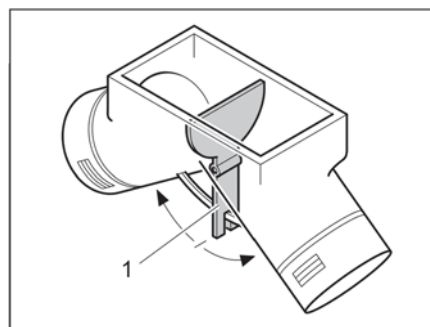

Fig. 112 Ventilador de circulación de aire, tapa de ajuste en posición central
En la posición central, el aire caliente se distribuye uniformemente sobre ambas salidas de aire caliente. La palanca de mando (Fig. 112,1) para la tapa de ajuste se ha incorporado bajo la tapa del suelo en el armario ropero.
- Accionar la palanca de mando (Fig. 112,1) en la dirección de la flecha hasta alcanzar la posición deseada.